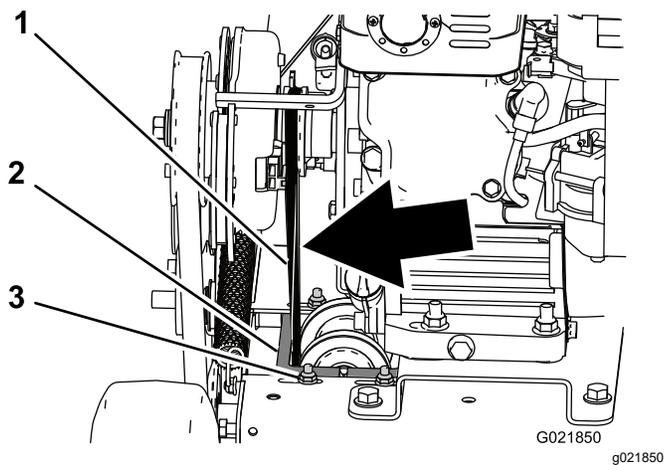

Bild 26
4. Prüfen Sie die Spannung des Riemens. Er sollte sich bei geringem Fingerdruck auf den Bereich über dem Maschinenrahmen höchstens 6 mm durchbiegen (Bild 26).
5. Lösen Sie zum Anziehen des Riemen die 4 Befestigungsmuttern und -schrauben, mit denen der Riemenscheibenträger am Rahmen befestigt ist, und versetzen Sie den Träger nach links, um den Riemen zu spannen; befestigen Sie dann die 4 Befestigungsmuttern und -schrauben (Bild 26).